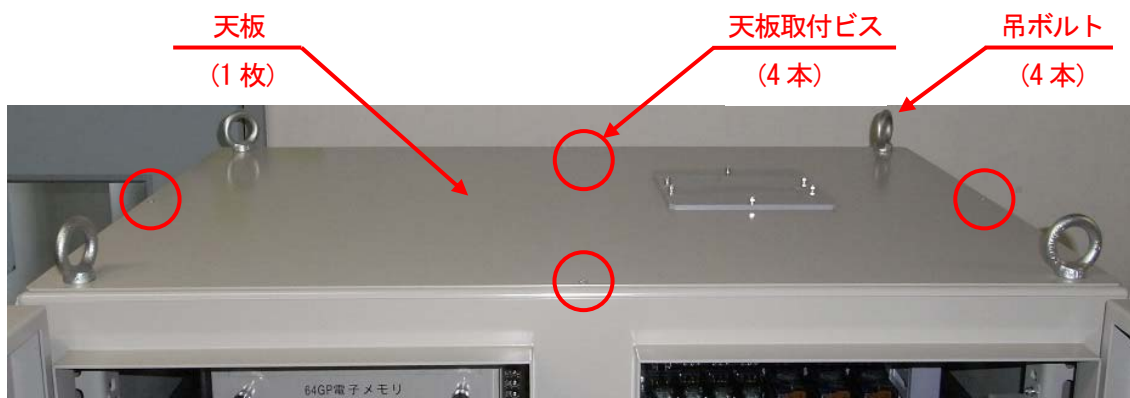

図4. 放電部盤の天板部
- (a) 開閉器盤を据え付ける前に、放電部盤に取りついている吊ボルト（4本）を外してください。その後、取付ネジ：M4皿ネジ（4本）を外して天板（1枚）を外してください。図4に天板部の写真を記します。